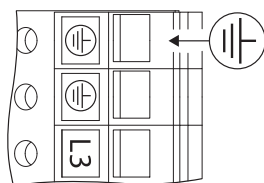

Fig. 26 : Mise à la terre supplémentaire
- En raison du courant de décharge plus élevé sur les moteurs à partir de 11 kW, il faut raccorder une mise à la terre renforcée conformément à la norme EN 61800-5-1:2008-04 (voir Fig. 26).